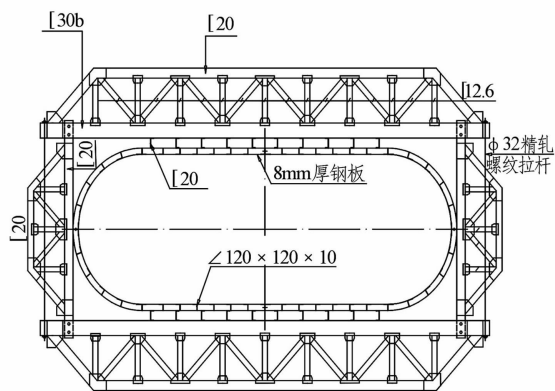

图1 墩身模板平面图
(4)模板:采用定制整体钢模,钢模分平面板和墩头曲面板,采用螺栓连接,外围采用桁架进行加固。桁架刚度须经计算复核并满足要求。墩身模板平面见图1。